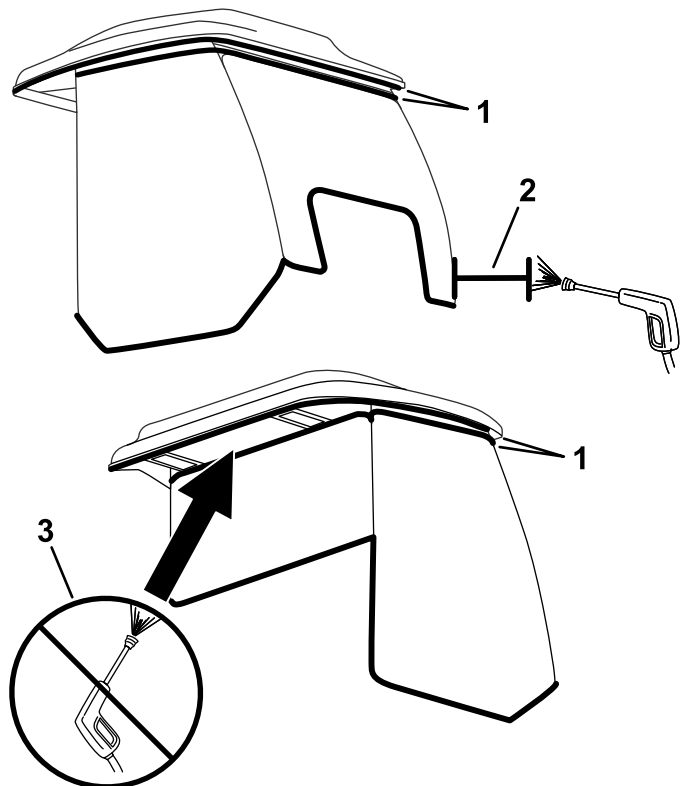

Рисунок 125
**Внимание:** Соблюдайте меры предосторожности в зонах вокруг уплотнений кабины (Рисунок 125). При использовании воды под давлением, держите распылитель на расстоянии не менее 0,6 м от машины. Не направляйте воду под давлением непосредственно на уплотнения кабины или под заднюю выступающую часть.